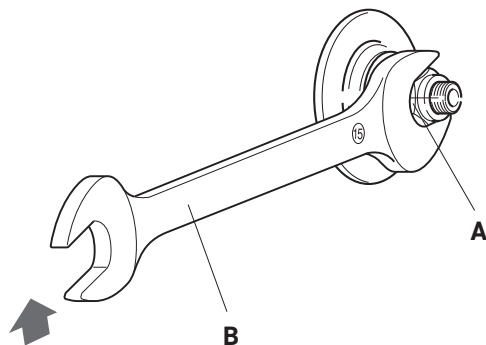

Fig. 20
- Bloccate la ruota per mezzo del dado (A - Fig. 20) utilizzando una chiave fissa da 15 mm (B - Fig. 20), contrastando la rotazione del perno con un'altra chiave fissa da 15 mm posta sul dado del lato opposto.